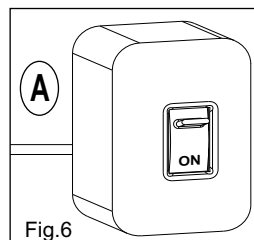

Fig. 6
4) Alimentar la tarjeta (Fig. 6).